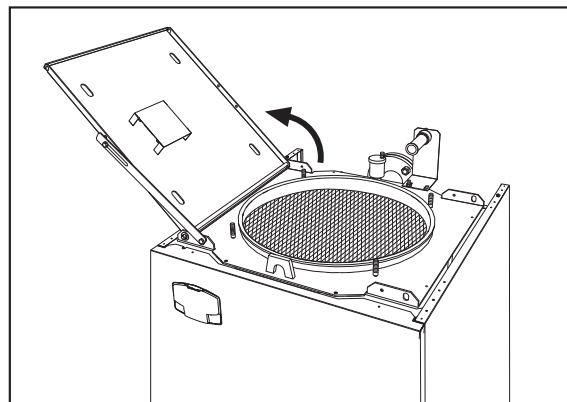

рис. 44
5. Откройте дверцу горелки (рис. 44).